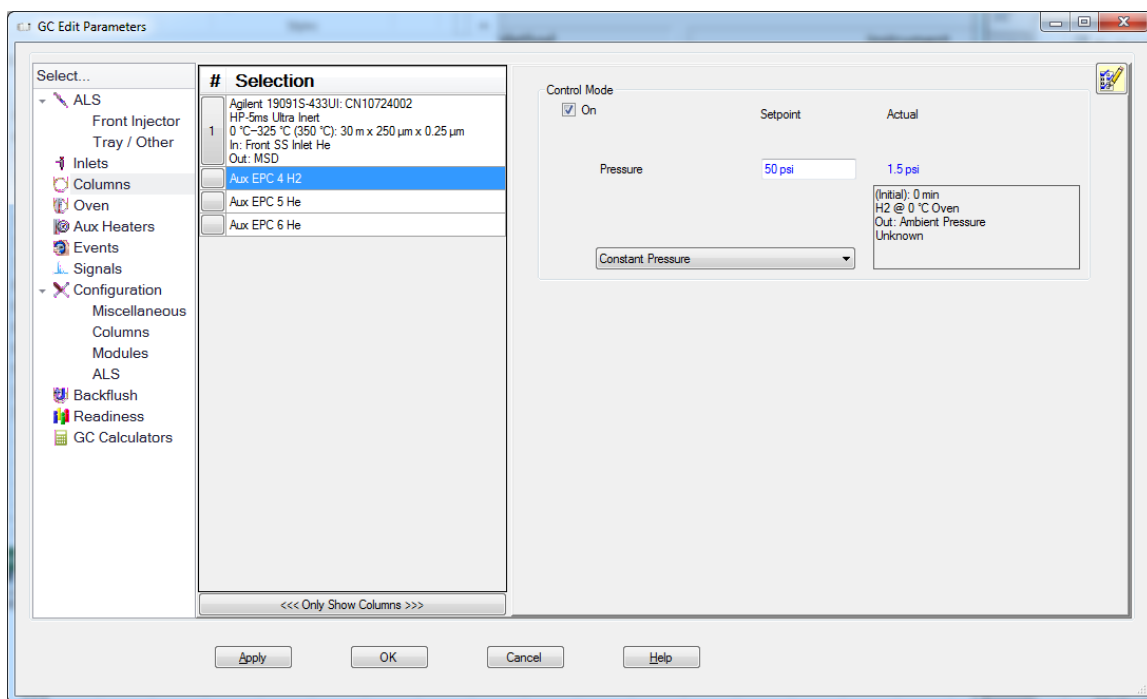

Figure 13 Réglage du flux du gaz à source d'ions autonettoyante
- 3 Dans la zone **Selection (Sélection)** à gauche, sélectionner **Aux EPC 4 H2**. Voir la section Figure 13. Activer la pression et régler à 345 kPa (50 psi) dans le mode **Constant Pressure (Pression constante)**.
- 3 Dans la zone **Selection (Sélection)** à gauche, sélectionner **Aux EPC 4 H2** et désactiver la pression. (Voir Figure 13 à la page 93.)